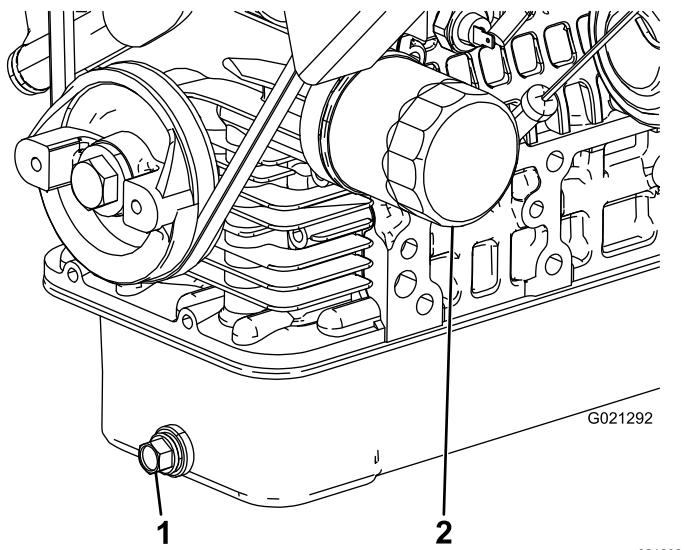

Figura 36
2. Retire el tapón de vaciado y deje fluir el aceite a un recipiente apropiado (Figura 36).
4. Retire el filtro de aceite (Figura 36).